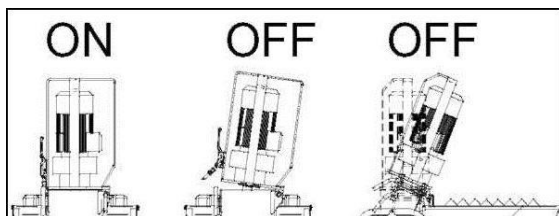

FIG. 11
Fixați dispozitivul în poziție prin intermediul frânei de pe roată (ref. 5, fig. 11).
**- Nu puneți niciodată alte materiale decât materialele preamestecate uscate în rezervor. Deschiderea camerei de amestec cauzează oprirea componentelor mobile ale dispozitivului (fig. 11). Mai întâi închideți camera de amestec și apăsați butonul de start pentru a porni dispozitivul.**